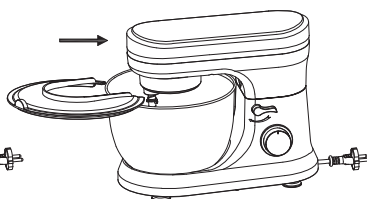

Abb. 5
- Senken Sie nun das Gelenk indem Sie den Bedienehebel (2) betätigen. [Abb. 5]
- Positionieren Sie den Verschlussdeckel (9) auf die Gelenkunterseite, bis er fest arretiert ist.
[Abb. 5]